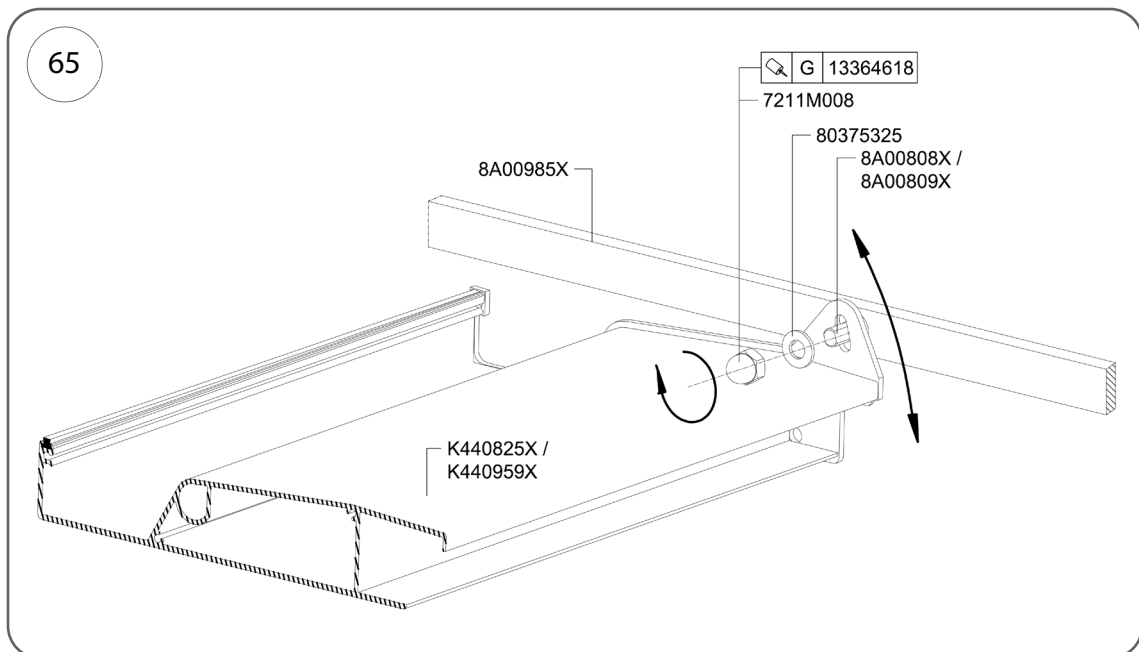

Рис. 65
4. У кінцевому положенні закриття переконайтеся, що профілі ламелей стикаються один з одним. Виправте будь-які нерівності даху за допомогою системи регулювання, показаної на рис. 65. Після вирівнювання даху зафіксуйте ламелі на місці, затягнувши фіксувальну гайку (кат. № 7211M008). Нанесіть герметик для різьби (кат. № 13364618) на різьбу.